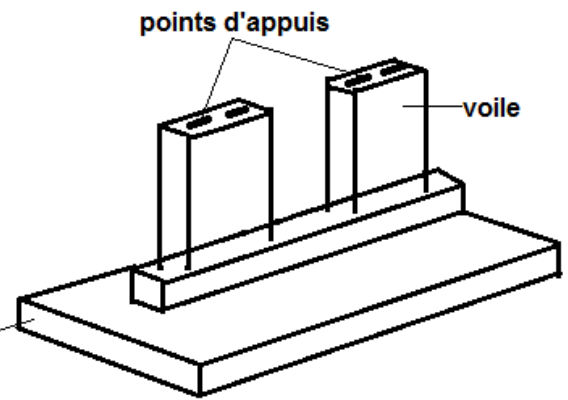

figure 1
- Passage inférieur à cadre fermé (figure1);
- Des voiles – éléments longs de section allongée -. Elles comportent deux points d'appuis pour supporter le tablier (**figure 1**).